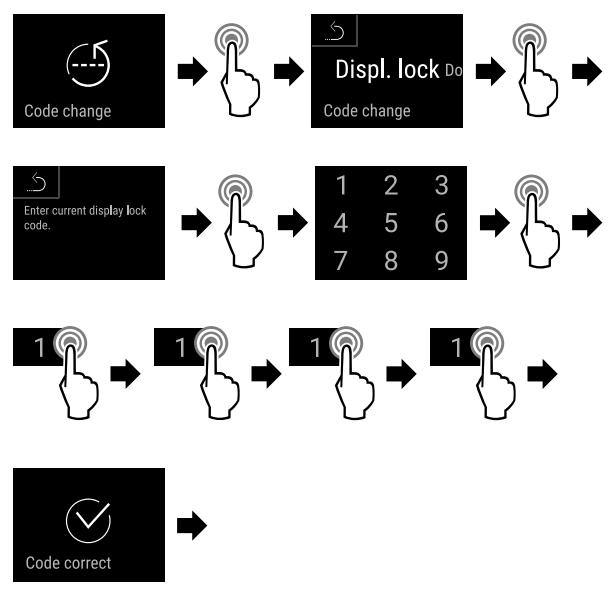

Fig. 84
- Obavite korake postupka (pogledajte Fig. 84).